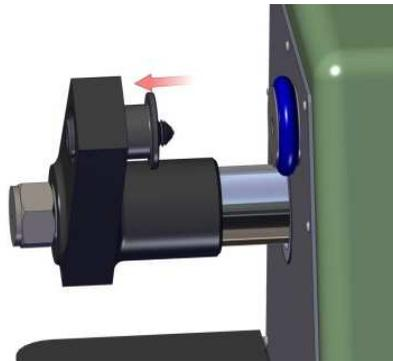
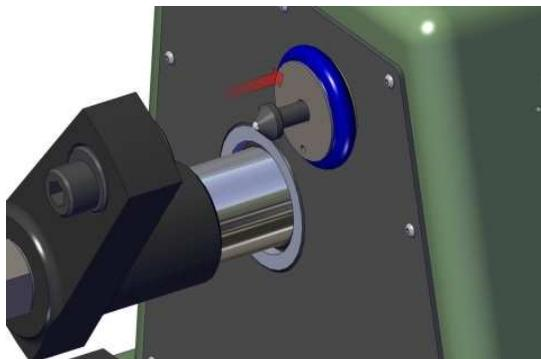
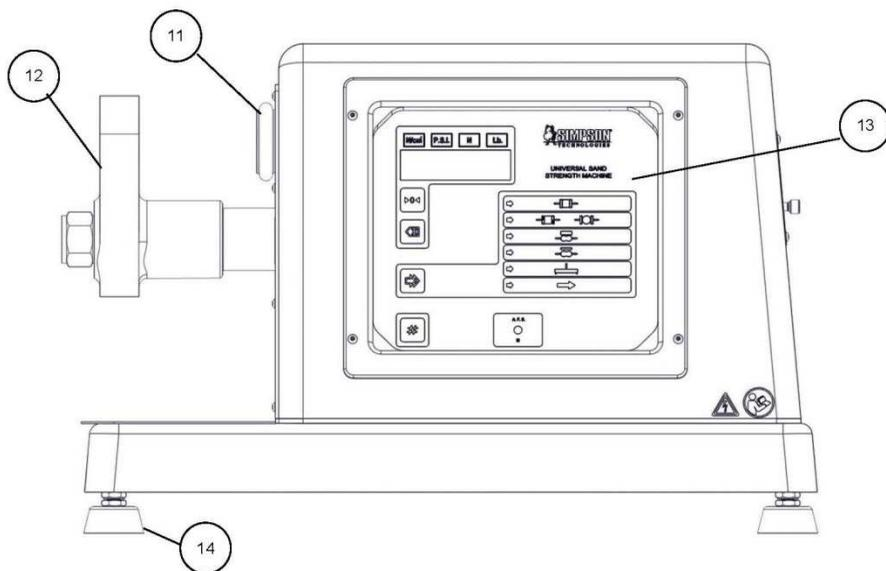

Рисунок 6.2.1
Рисунок 6.2.2
Рисунок 7.3: Вид спереди
3. Примерно через пять секунд, на экране появится приветственная надпись - "HELLO" (Рисунок 7.3 & 7.4, Поз. 13B). Если любая из клавиш будет нажат четыре раза в то время, как надпись "HELLO" отражена на экране, универсальный прибор перейдет в калибровочный режим.
4. После того, как надпись "HELLO" исчезнет, и в случае выбора калибровочного режима, три надписи последовательно появятся на экране: "SET-UP", "CALIB" and "rESET." Необходимый режим можно выбрать с помощью кнопки "Пуск" (Рисунок 7.3 & 7.4, Поз.13F) в момент появления нужной надписи на экране.
5. Выберите режим калибровки, следуя инструкциям, описанным в шагах с 2 по 5 и нажатием кнопки "ПУСК" (Рисунок 7.3 & 7.4, Поз. 13F), когда надпись "CALIB" появится на экране прибора (Рисунок 7.3 & 7.4, Поз.13B).
6. Надпись "HELLO" появится снова и световой индикатор Прочность и Сила (Strengths & Forces) "N/cm²" (Н/см²) начнет мигать (Рисунок 7.3 & 7.4, Поз. 13A). В этот момент нажмите клавишу "ПУСК". Надпись "HELLO" появится опять, а за ней цифра "0", обозначая, что машина обнулена. Цветовой индикатор "N" (ньютон) начнет мигать (Рисунок 7.3 & 7.4, Поз. 13A).
8. Замените приставки на регулируемый опорный шар и стационарный опорный шар, которые включены в объем поставки механического силоизмерительного устройства, Модель 42125. Регулируемая опора вставляется в подвижную штангу (Рисунок 7.3, Поз. 12) путем мягкого направления в соответствующее отверстие (см. Рисунок 6.2.1). Чрезвычайно важно, чтобы калибровка и конические опоры были чистыми и очищенным от просыпей смеси. Вставьте фиксированный опорный шар в отверстие в центре стационарного держателя зажимов (Рисунок 7.3, Поз. 11). (См. Рисунок 6.2.2 / 6.2.3).
11. Установите силоизмерительное устройство между стационарным держателем зажимов (Рисунок 7.3, Поз. 11) и подвижной штангой (Рисунок 7.3, Поз. 12). (см. Рисунок 6.2.4)
14. После достижения правильного .01 мм отклонения на силоизмерительном устройстве, которое визуально подтверждается тем, что цифровой дисплей показывает правильную силу в ньютонах (Рисунок 7.3 & 7.4, Поз. 13В). Если значение неверно, дисплей может быть отрегулирован, как описано в шаге 15, если значение верное, перейдите к шагу 16.
- » Быстрое увеличение – Нажмите кнопку обнуления (Рисунок 7.3 & 7.4, Поз. 13С)
- » Быстрое уменьшение – Нажмите кнопку выбора теста “Выбор теста” (Рисунок 7.3 & 7.4, Поз. 13Е)
- » Медленное увеличение – нажмите кнопку обнуление экрана ("CD - Clear Display") (Рисунок 7.3 & 7.4, Поз. 13D)
2. Все цифры на цифровом дисплее и индикаторы тестов зажгутся и погаснут один раз (Рисунок 7.3 & 7.4, Поз. 13B).
4. После того, как надпись "HELLO" исчезнет, и в случае выбора калибровочного режима, три надписи последовательно появятся на экране: "SET-UP", "CALIB" and "rESET." Необходимый режим можно выбрать с помощью кнопки Пуск"" (Рисунок 7.3 & 7.4, Поз.13F) в момент появления нужной надписи на экране.
5. Функция "SET-UP" позволяет установить содержание реестра универсального прибора. Для выбора режима "SET-UP" (установка) нажмите на кнопку "ПУСК" (Рисунок 7.3 & 7.4, Поз. 13F) в то время, как надпись появляется на цифровом экране. После нажатия дисплей покажет надпись "HELLO" за которой последовательно будут отражаться пары чисел: первая цифра слева обозначает номер реестра, а последняя цифра обозначает содержание соответствующего реестра. Цифры содержания реестра должны соответствовать следующим значениям: